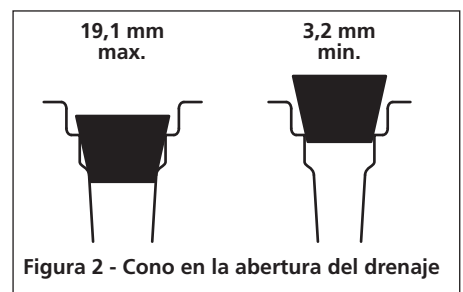

Figura 2 - Cono en la abertura del drenaje
2. Seleccione el cono adecuado calzando el cono en la abertura del drenaje. La abertura del drenaje debe quedar sellada alrededor del cono entre 19,1 mm y 3,2 mm de su altura (vea la figura 2).